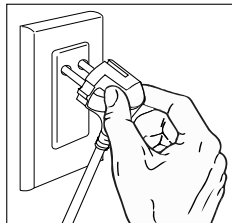

Abbildung 1
1. Schließen Sie das Werkzeug an eine Steckdose mit 220 Volt Wechselstrom an (110-120Va.c. output). Das akustische Signal erklingt, nachdem der Anschluss sicher erfolgte, und die Anzeige steht auf rot. Siehe Abbildung 1